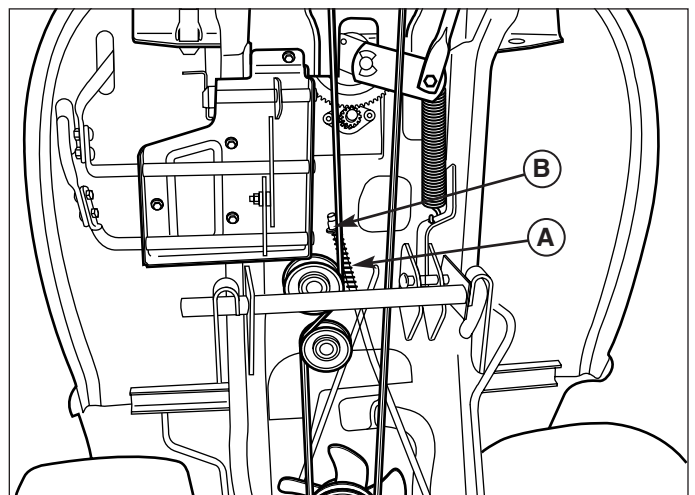

Figure 51. Réglage du ressort de frein
3. Localiser le ressort de frein (A, figure 51) et l'écrou de réglage (B).
Si le ressort ne se trouve pas dans cette plage, faire tourner l'écrou de réglage (B, figure 51) pour comprimer ou relâcher le ressort.